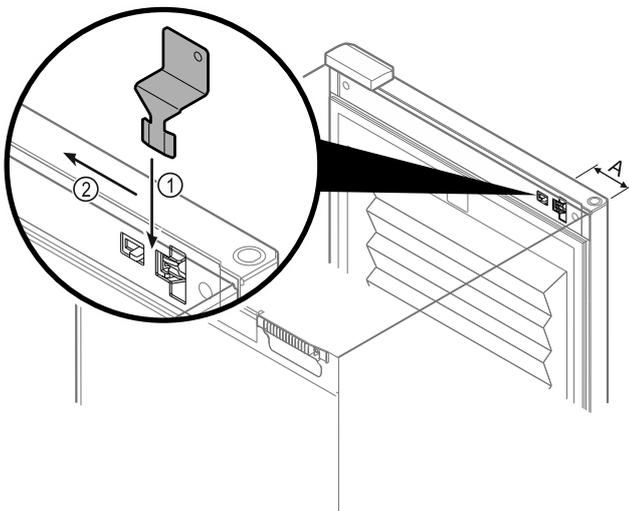

Fig. 164
- ▶ Notentriegelungsschlüssel an vorgegebener Stelle positionieren Fig. 164 (A) \approx 100mm.
- ▶ Notentriegelungsschlüssel zwischen Tür und Gerätekorpus von oben bis zum Anschlag einstecken Fig. 164 (1).
- ▶ Notentriegelungsschlüssel in Richtung Scharnierseite ziehen Fig. 164 (2).